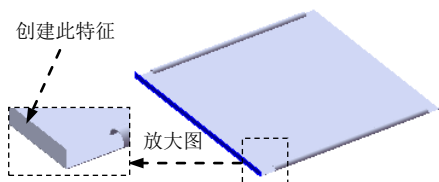
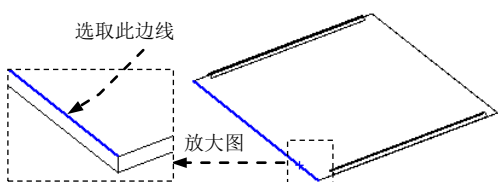

图 17.11.36 创建边线法兰 1
图 17.11.37 定义特征的边线
Step8. 创建图 17.11.36 所示的边线法兰 1。
(1) 选择命令。选择下拉菜单 **插入(I)** **钣金(H)** **边线法兰(E)...** 命令，系统弹出“边线法兰”对话框。
(2) 定义特征的边线。选取图 17.11.37 所示的模型边线为生成边线法兰的边线。
(3) 定义法兰参数。在 **角度(G)** 区域中的  文本框中输入角度值 90.0。在 **法兰长度(L)** 区域的下拉列表中选择 **给定深度** 选项，输入深度值 12.0。在此区域中单击“内部虚拟交点”按钮 。在 **法兰位置(N)** 区域中单击“折弯在外”按钮 。
(4) 单击  按钮，完成边线法兰 1 的创建。